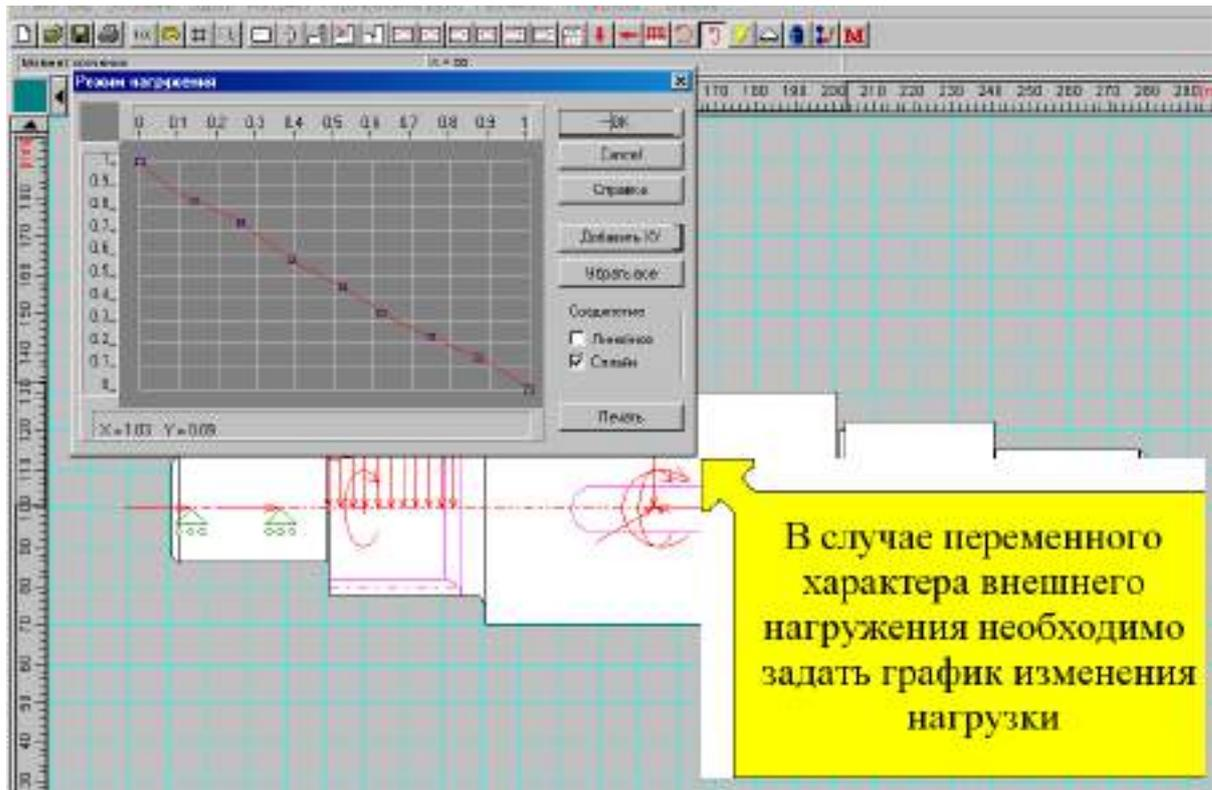

Рисунок 2.45
**Задание 22.** Задайте переменный характер внешнего нагружения (рисунок 2.45)
Используя команду **Переменная нагрузка – Задать режим нагружения – Задан пользователем** задайте график изменения нагрузки по образцу (рисунок 2.45)